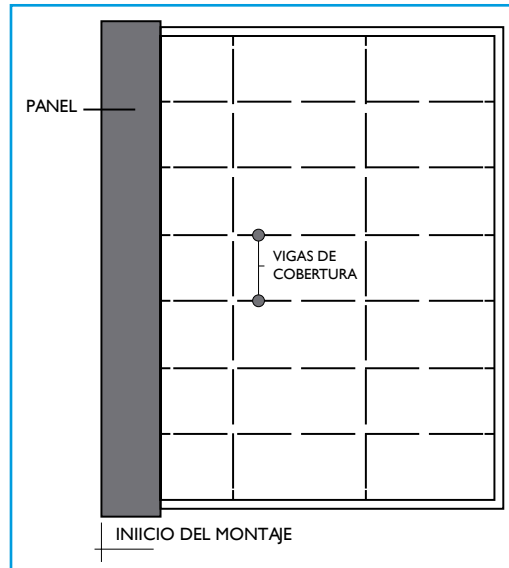

Fig. 9
4.4.2 Montar el primer panel teniendo cuidado de controlar la perpendicularidad respecto a las vigas inferiores. (correas) (fig. 9)